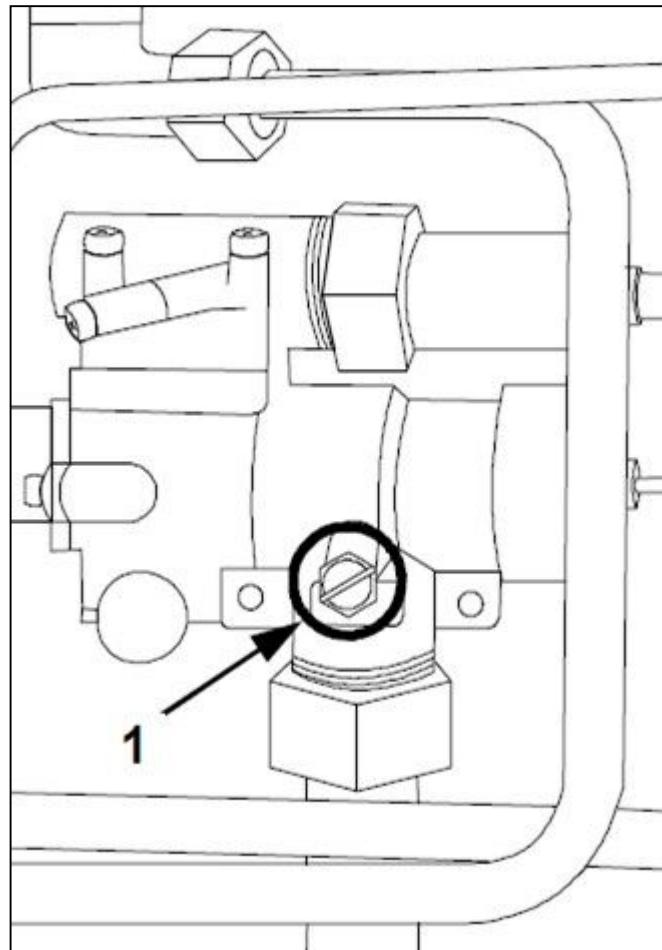

FIG.7
- 2) Enlever la vis de maintien du clapet de sûreté (robinet général); (FIG.7-Réf.1)
- 7) Réviser la vis de la prise de pression d'alimentation (FIG.7-Réf.1);